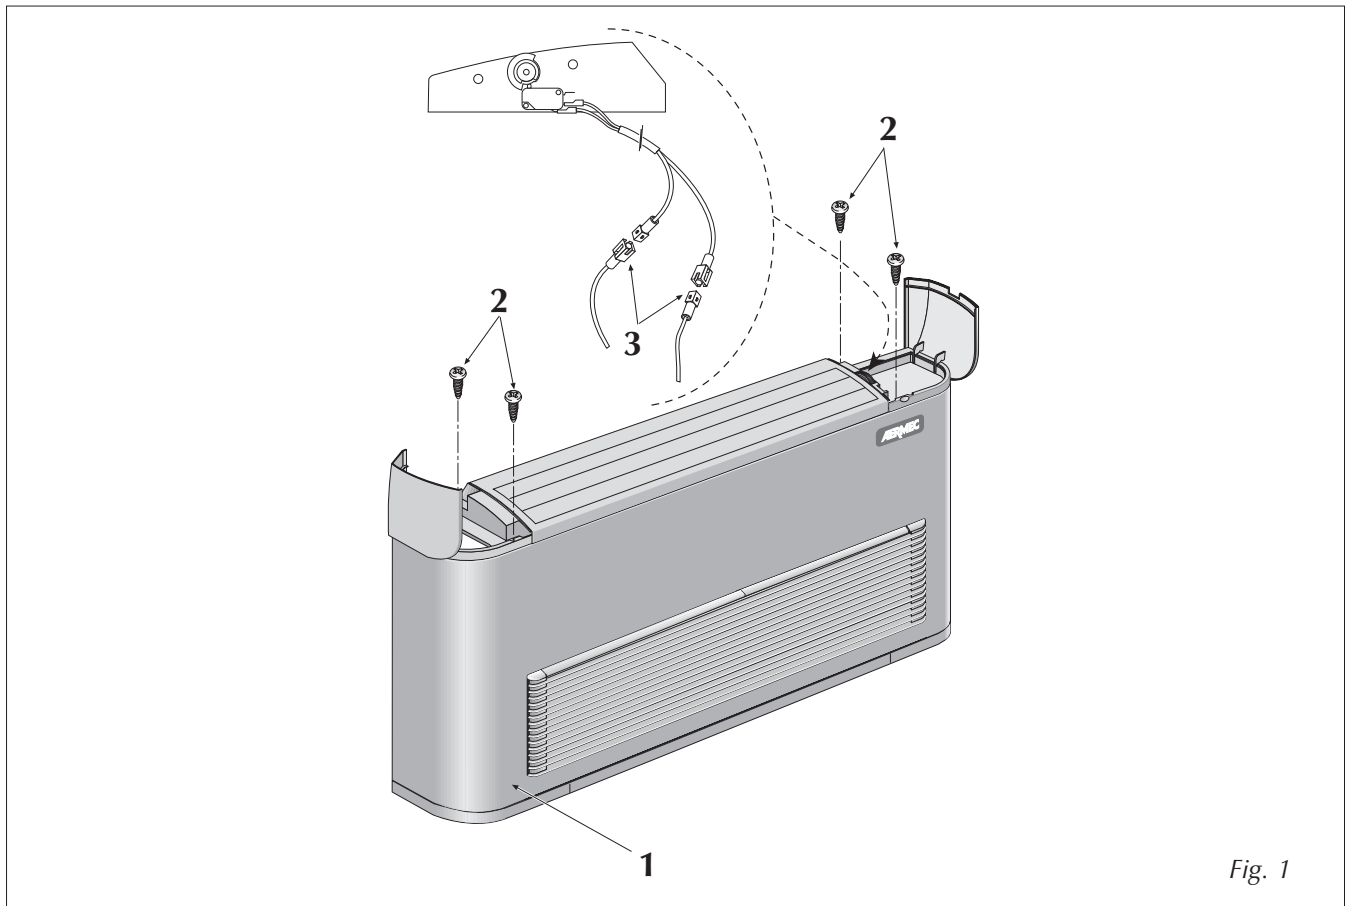
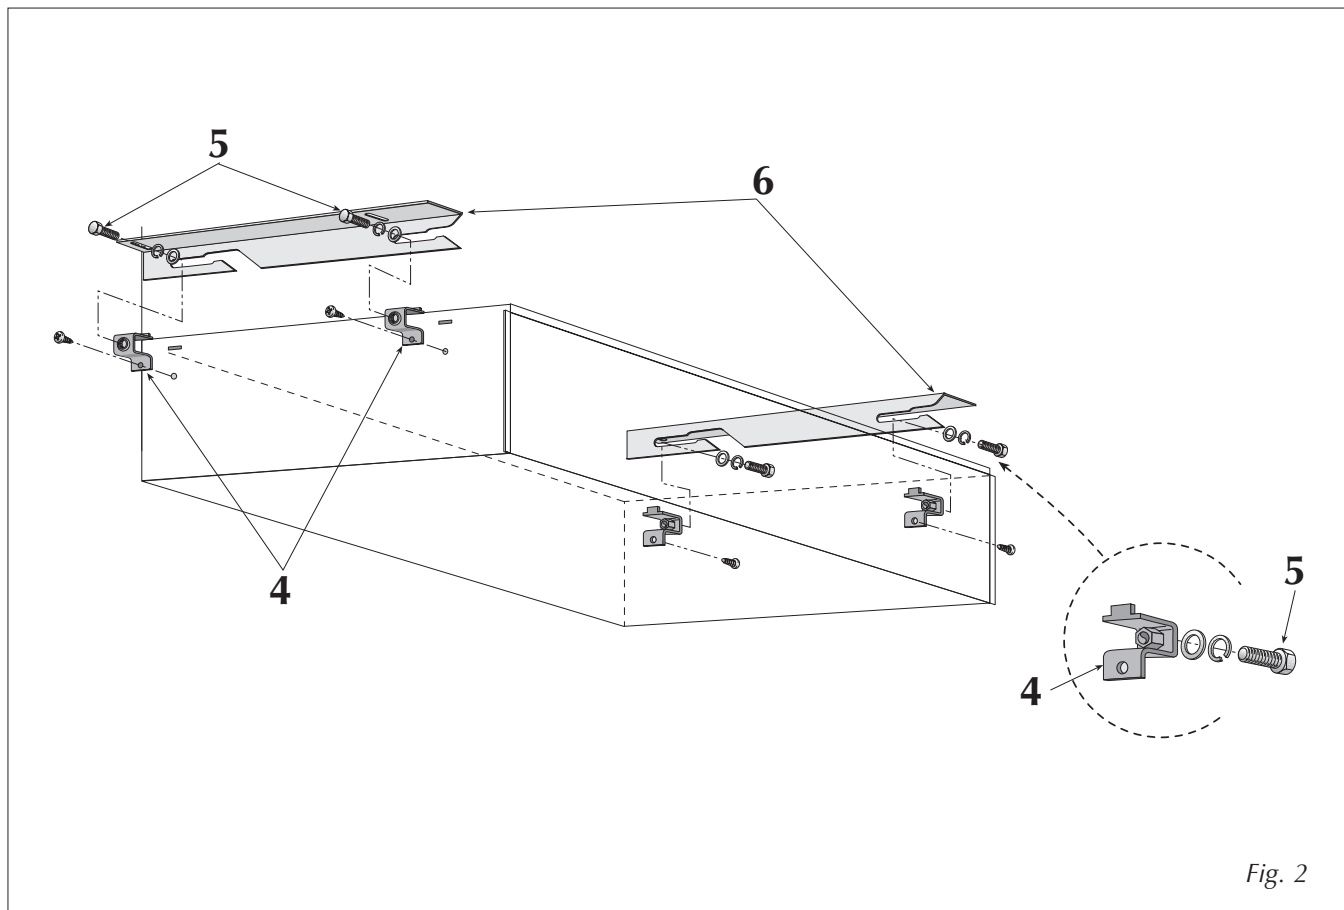

Fig. 1
Fig. 2
- se presente togliere il mantello di copertura (1 fig. 1) allentando le quattro viti (2) avendo cura di staccare i connettori elettrici (3) del microinterruttore consenso ventilatore;
- montare i quattro supporti (4) ai lati dell'unità, inserendo nell'apposita ferritoia la linguella superiore e fissando la parte inferiore al frutto per mezzo delle viti a corredo;
- montare le viti e le rondelle (5 fig. 2) nei quattro supporti;
- fissare a soffitto le flange (6) mediante tasselli ad espansione (non forniti);
- posizionare l'unità e bloccarla stringendo le viti (5);
- if the unit is fitted with its casing (1 fig. 1) remove it by loosening the four screws (2) taking care to detach the fan microswitch connectors (3);
- fit the four supports (4) at the sides of the unit, inserting the upper tabs in the relative locations, and fix the lower part to the chassis by means of the supplied screws;
- fit the screws and washers (5 fig. 2) in the four supports;
- fix flanges (6) to the ceiling by means of screw fixings (not supplied);
- position the unit and secure it by tightening the screws (5);
- retirer l'habillage (si présent) (1 fig. 1) en desserrant les quatre vis (2) et en ayant soin de débrancher les connecteurs électriques (3) du microinterrupteur de commande du ventilateur;
- monter les quatre supports (4) sur les côtés de l'unité en introduisant la languette supérieure dans la fente prévue à cet effet et en fixant la partie inférieure sur la fiche au moyen des vis fournies;
- monter les vis et les rondelles (5 fig. 2) dans les quatre supports;
- fixer les flasques (6) au plafond à l'aide des chevilles à expansion (non fournies);
- installer l'unité et la bloquer en serrant les vis (5);
- Falls vorhanden, die Geräteabdeckung (1 Abb. 1) nach Lockern der vier Schrauben (2) abnehmen. Dabei darauf achten, daß ebenfalls die Steckverbinder (3) des Mikroschalters für das Gebläse-Zustimmungssignal getrennt werden;
- Die vier Halterungen (4) seitlich am Gerät anbringen. Dazu die obere Lasche in den entsprechenden Schlitz einschieben und den unteren Teil mit den beiliegenden Schrauben an Gerät befestigen;
- Die Schrauben und Unterlegscheiben (5 Abb. 2) an den vier Halterungen anbringen;
- Mit Spreizdübeln (nicht mitgeliefert) die Flansche (6) an der Decke anbringen;
- Das Gerät ansetzen und durch Festziehen der Schrauben (5) fixieren;